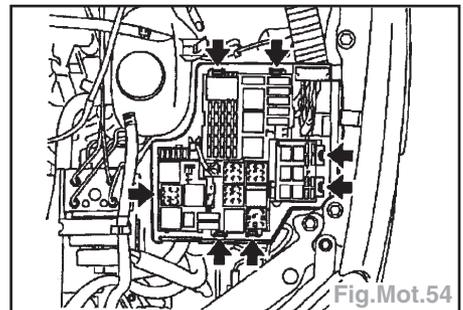

Fig.Mot.54
- Déposer le couvercle de boîte à fusibles, déclipser le support relais / fusibles (flèches) et le faisceau de câbles de l'appareil de commande du système de préchauffage (Fig.Mot.54).